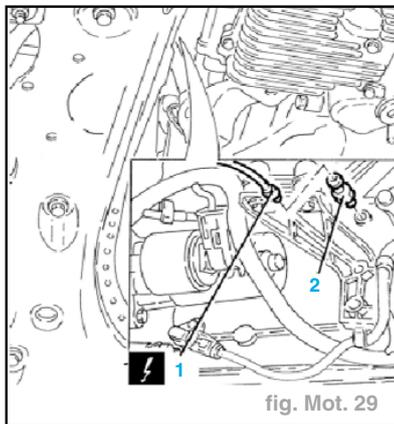

fig. Mot. 29
- Retirer l'étrier de renfort (2).
- Dévisser les écrous qui fixent le tuyau d'échappement au collecteur (3).
- Dévisser les vis qui fixent le tuyau au convertisseur catalytique (4).
- Libérer le tampon en caoutchouc de l'axe sur le tuyau (5).
- Déposer la partie AV du tuyau d'échappement (6).
- Déconnecter l'interrupteur du témoin de pression d'huile moteur (1) (fig. Mot. 29).